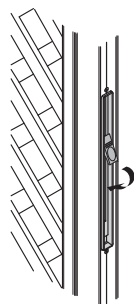

図5-3
- ③ 落とし棒の位置が決定したら、つまみを元にもどしてロックしてください。(図5-3参照)